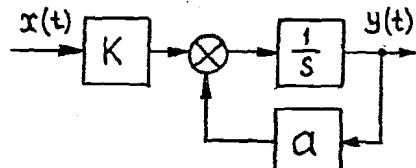
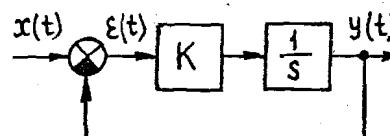
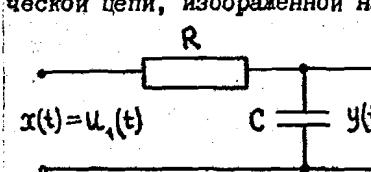

Рис. I3
Рис. I4
Рис. I5
7. Рассчитайте установившееся значение сигнала на выходе схемы рис. I3 (при $K = 1$) для $\alpha = -0,1; -0,2; -0,5; -1,0$ при подаче на ее вход постоянного сигнала 100 мВ. Проверьте результаты экспериментально. Как скомпенсировать смещение, вызываемое дрейфом операционного усилителя?
9. Исследуйте экспериментально реакцию апериодического звена (рис. I3) на ступенчатое изменение входа $x(t)$ при ненулевом начальном условии $-10 \text{ В} < y(0) < +10 \text{ В}$ для разных значений параметра α . Зарисуйте и объясните полученные результаты.
10. Запишите передаточную функцию для схемы рис. I4. В чем ее отличие от передаточной функции схемы рис. I3? Сравните полученную передаточную функцию с передаточной функцией электрической цепи, изображенной на рис. I5.
II. Предскажите теоретически и проверьте моделированием переходные функции системы, изображенной на рис. I4, при $K = 0,5; 1,0; 5,0; 10$.
14. Для структурной схемы рис. I4 определите передаточную функцию $W(s) = \frac{Y(s)}{X(s)}$.